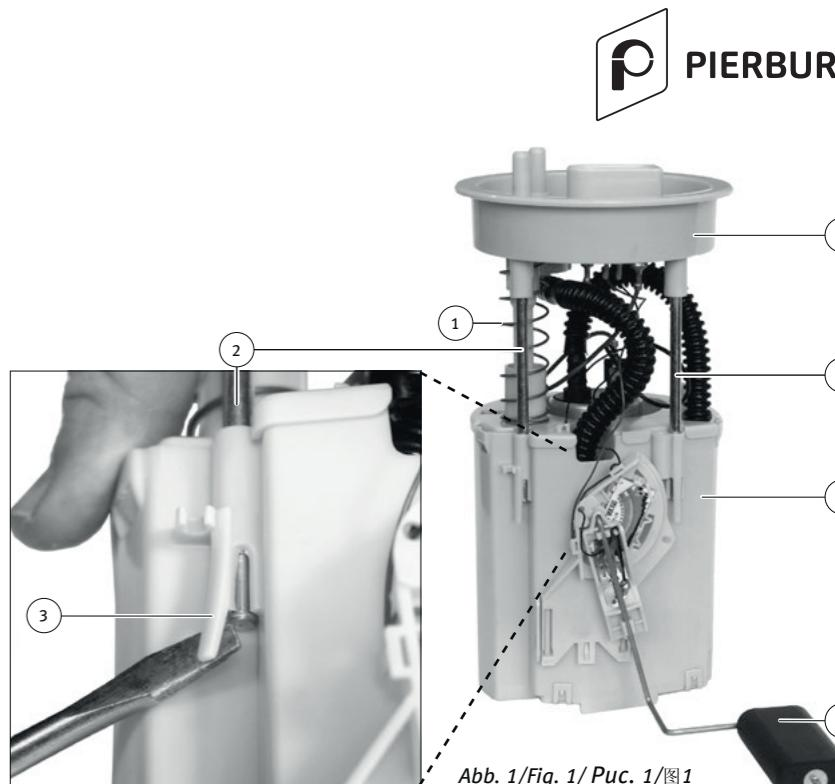

Abb. 1/Fig. 1/Puc. 1/图1
- 稍微抬起止动装置 (3) 并松开导向杆 (2) (见图 1)。
- 小心将已松开的上半部分 (4) 放到一边。不要损坏电线。
- 取下弹簧 (1) 并妥善保管。
- 拔下燃油泵 (8) 的电气接点 (9)。如有, 须将接点 (9) 的塑料套管 (9a) 移除。
- 从压力管接头拔下软管 (7)。此时, 要尽可能少地损坏燃油软管。